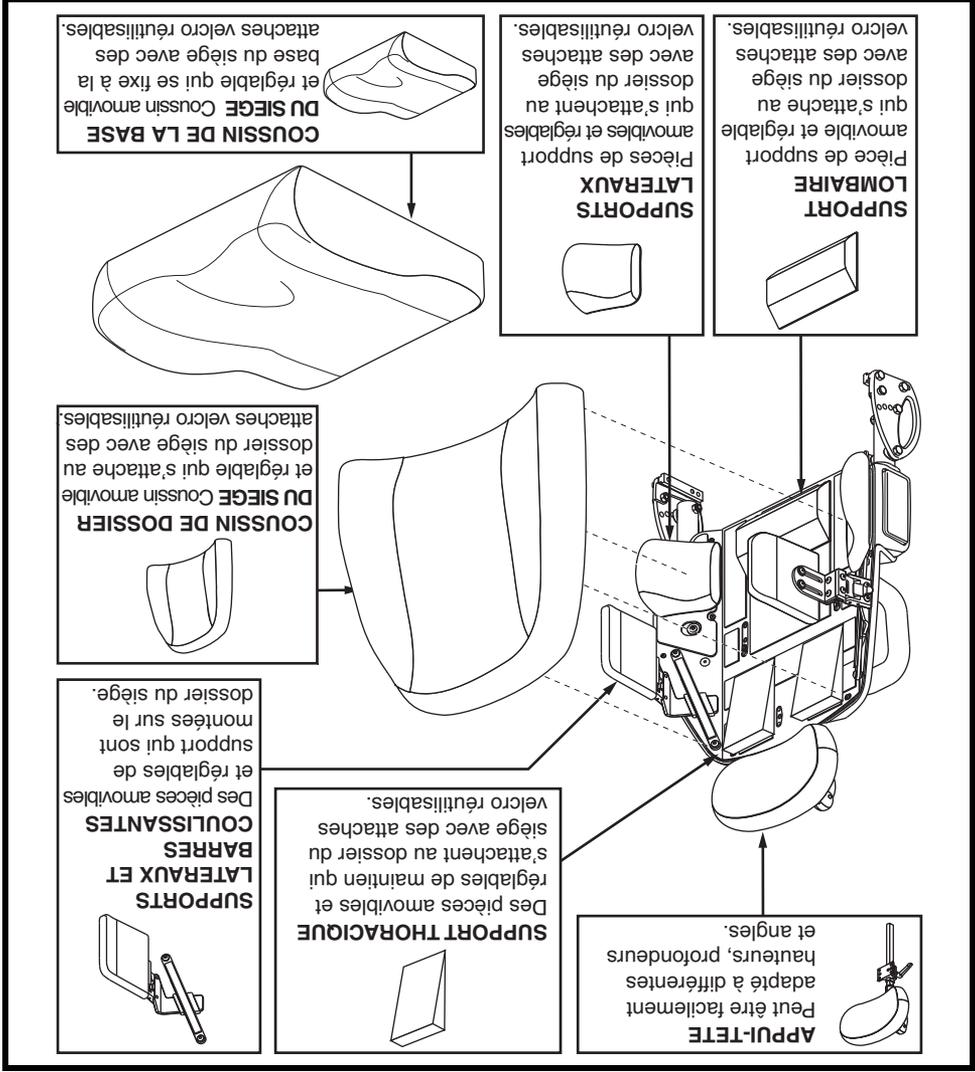

Figure 1. Composantes du Synergy TRU-Comfort (Non Inclinable)
1. Si nécessaire, enlever le coussin de dossier du siège en tirant sur le coussin vers vous. Voir les figures 1, 2, ou 3.
1. Placez les supports lombaires, latéraux et thoraciques si nécessaire pour le confort de l'utilisateur et les besoins de positionnement à plat vers le bas et appuyez sur le dossier. Voir les figures 1 et 2.
2. Placez le coussin de dossier avec le côté rembourré vers le haut au dessus des supports lombaires, latéraux et thoraciques et appuyez sur le coussin contre le dossier du siège pour le sécuriser. Voir les figures 1, 2, ou 3.
Le Synergy TRU-Comfort est un coussin de siège unique qui est disponible en versions non-inclinable, inclinable à commande électrique, et inclinable manuellement, et il est réglable pour le confort de l'utilisateur et les besoins de positionnement. La **figure 1** fournit des informations sur les composantes de la version non-inclinable du Synergy TRU-Comfort. Avant de l'utiliser, référez-vous à ce schéma pour vous familiariser avec les différentes composantes du TRU-Comfort, ainsi que leurs emplacements.